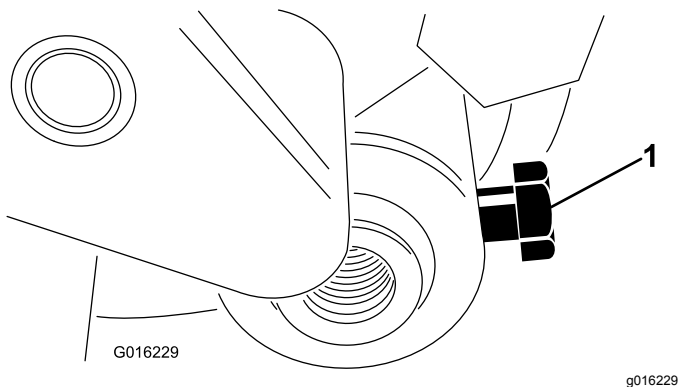

Figura 15
- Insira o eixo do rolo no braço de ajuste direito e prenda, sem apertar, com o parafuso (**Figura 15**).
4. Centre o rolo entre os braços de ajuste e aperte os parafusos de montagem (Figura 15).